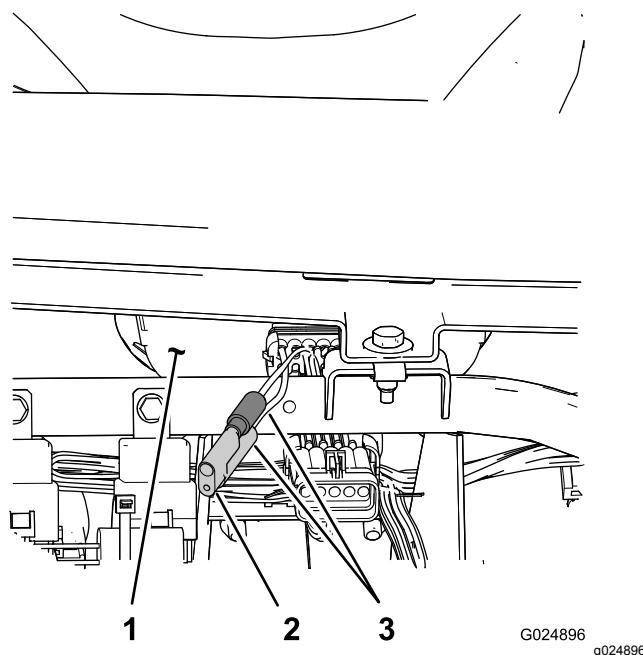

Figure 81
3. Localisez les 2 fils non branchés près de l'indicateur de vitesse (Figure 81).
4. Débranchez le connecteur du faisceau de câblage et branchez les fils ensemble (Figure 81).